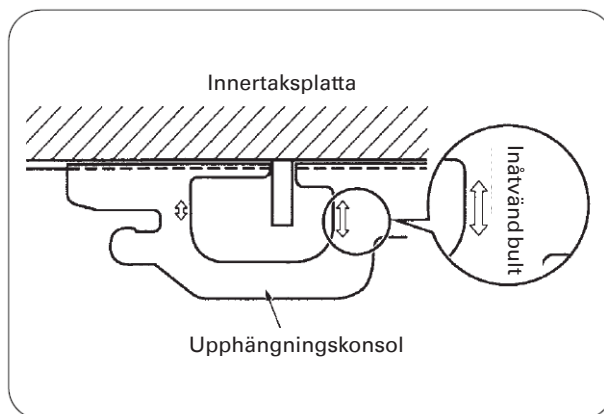

Fig. 6
- Justera upphängningskonsolen om den är utanför den pilförsedda positionen (se Fig.6).